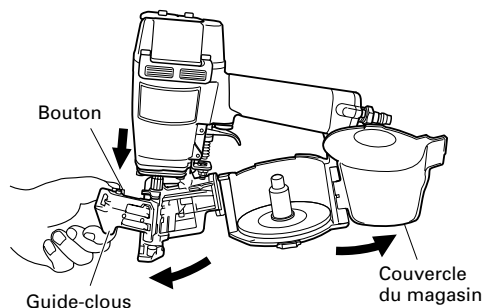

Fig. 1
- (1) Saisir le guide-clous et le bouton avec les doigts. Appuyer sur le bouton et basculer le guide-clous pour l'ouvrir. Ensuite, ouvrir le couvercle du magasin. (Fig. 1)